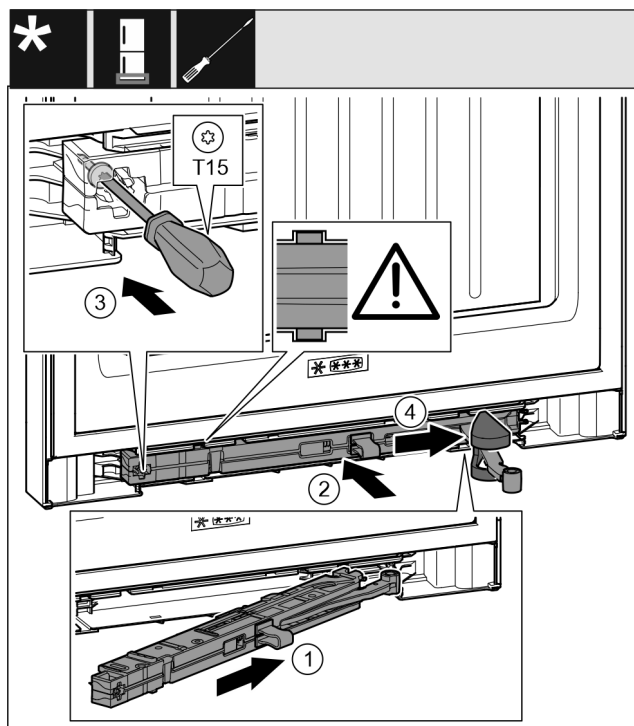

Fig. 40
- Jednotku tlumiče zavírání Fig. 40 (1) na straně stojanu ložiska zasuňte až na doraz šikmo do vybrání.
- Jednotku tlumiče zavírání Fig. 40 (2) zcela zasuňte do výklenku.
- Šroubovákem šroub Fig. 40 (3) pevně utáhněte.
- Posuňte kryt Fig. 40 (4) přes kloub.